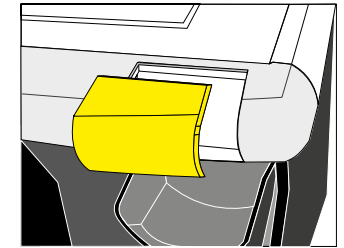

Abbildung 2:
- Abdeckplatte in der Fronttür entfernen (siehe Abbildung 2). Dazu die beiden Befestigungsschrauben von innen entfernen und die Abdeckplatte nach vorne entnehmen.